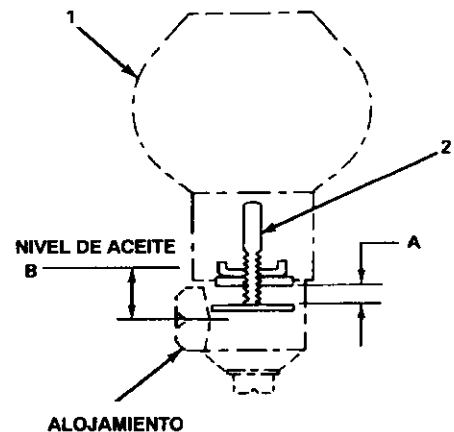

Figure 2-13
- (1) Retire la copa de lubricación (1), Fig. 2-13.
- (2) Retire el conjunto del ajuste (2) de la copa de lubricación.
- (3) Ajuste las barras a la dimensión A, como se requiere, vea la Tabla 2-2.**
- (4) Trabe en posición.
- (5) Cambie el conjunto de ajuste en la copa de lubricación.
- (6) Instale la copa de lubricación.